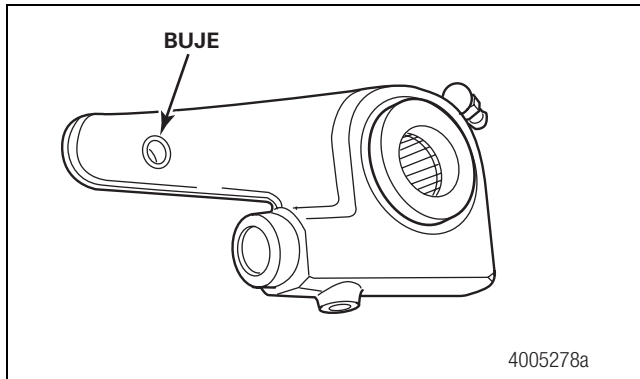

Figura 3.16
7. Inspeccione el buje de la abrazadera que está en el brazo de ajuste para detectar posible daño o desgaste. Reemplace el buje si está dañado o desgastado. Revise el diámetro del buje para asegurarse que no sobrepase 0.531 de pulgada (13.5 mm). Figura 3.16.